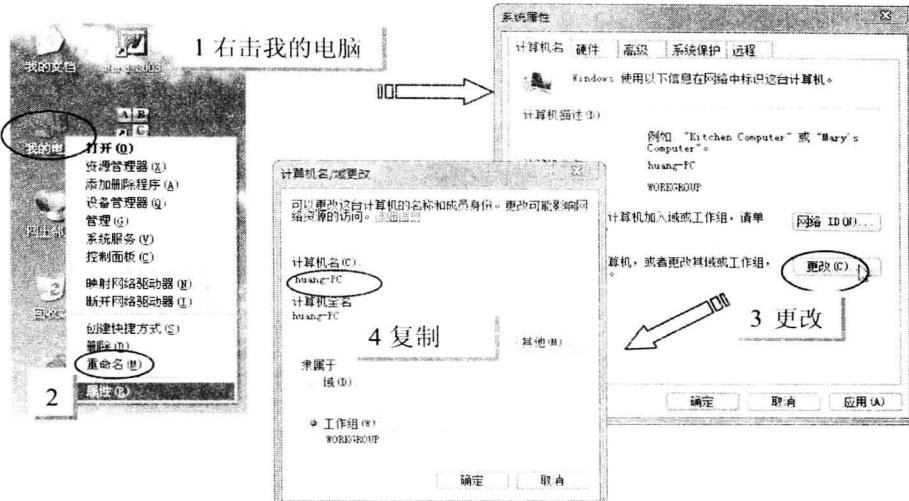

图 1-6 查找计算机名称
- 1 查找计算机名称，先右击“我的电脑”，选择【属性】命令，弹出“系统属性”对话框，如图1-6所示，再单击【更改】按钮，弹出“计算机名称更改”对话框，并进行复制。